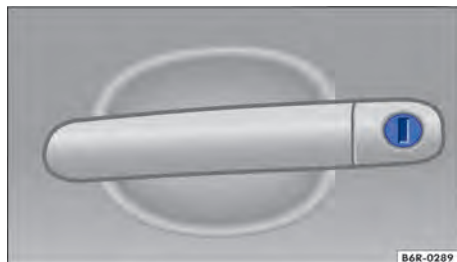

Fig. 48 Maçaneta da porta do condutor com cilindro da fechadura. ▶
- Introduzir a haste da chave no cilindro da fechadura e destravar ou travar o veículo → Fig. 48.